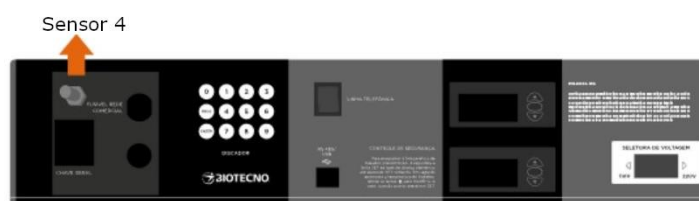

Figura 7
O sensor nº 1 (Figura 7) está instalado dentro de uma cápsula, imerso em solução térmica, cumprindo com a ação de inércia térmica. Esta temperatura é apresentada no display (Figura 4 - item 3) frontal da câmara, bem como faz o controle de temperatura da parte de resfriamento.
O sensor nº 2 (Figura 7) está instalado dentro de uma cápsula de inox, imerso em solução térmica, cumprindo com a ação de inércia térmica. Esta temperatura é apresentada no display (Figura 4 - item 1)
frontal da câmara. É através deste sensor é que o controlador envia sinais para o sistema de alarmes e discadora. O sensor nº 2 (Figura 7) também tem a função de atuar como sistema de segurança, com atuação independente e que é acionado somente se houver uma falha no comando eletrônico da câmara. Está localizado na parte inferior interna do equipamento.
O controle da temperatura interna da câmara está instalado dentro de uma cápsula, imerso em solução térmica, cumprindo com a ação de inércia térmica, com a função de ligar e desligar o compressor de frio, é realizado pelo sensor nº 2 (Figura 7), justamente para que se houver uma abertura de porta o mesmo seja acionado o mais rápido possível e se minimize a diferença de temperatura entre o material armazenado e o ambiente interno. Está localizado na parte inferior interna do equipamento.
O sensor nº 4 (Figura 7) está localizado no painel posterior do equipamento, cuja função é aferir a temperatura externa. A temperatura externa é mostrada no display do equipamento (Figura 4 - item 2).